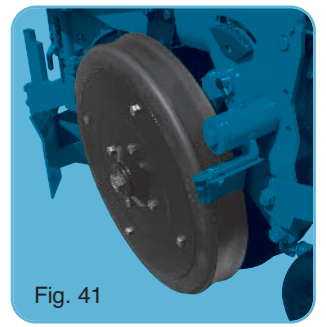
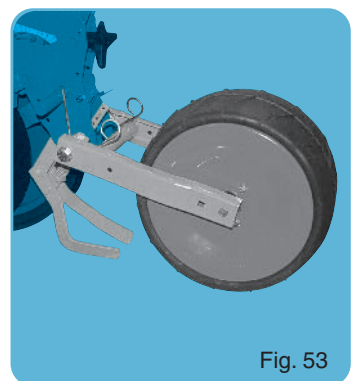

Fig. 41
Fig. 53
- Bloc tasseur autonettoyant 370x170 avec raclettes pour terres meubles (fig. 53).
- Roues tasseuses ⑯ étroites (2 cm au lieu de 4) pour terrains durs.
- Roue de jauge étroite (fig. 41).
- Self-cleaning 370x170 press wheels with scrapers for supple soils (fig. 53).
- Narrow press wheels ⑯ (2 cm wide instead of 4 cm) for hard soils.
- Narrow gauge wheel (fig. 41).
- Selbstreinigende Andruckrollen 370 x 170 mit Abstreifer für schwere und nasse Böden (Abb. 53)
- Schmale Andruckrollen ⑯ für besonders harte Böden. (2 cm anstatt 4 cm).
- Schmale Andruckrollen (Abb.41)
- Zelfreinigend farmflexwiel 370 x 170 met toestrijkers (afb. 53)